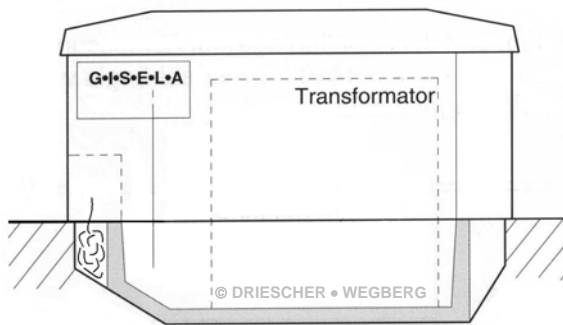
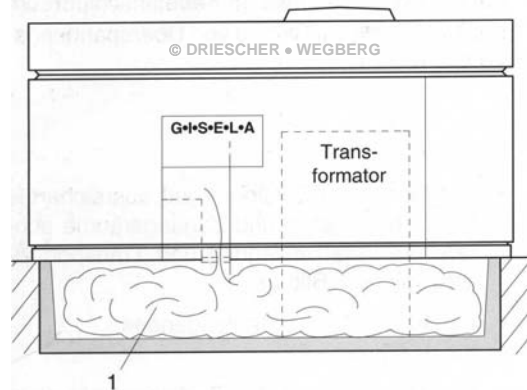
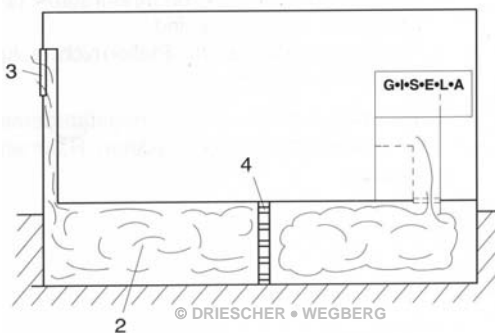

Bild 1 / Illustration 1
Bild 2 / Illustration 2
Bild 3 / Illustration 3
- Bei Kompaktstationen Typ K und KSP Fa. DRIESCHER erfolgt der Druckausgleich ausschließlich im Kabelanschlussbereich (Bild 1). Ansonsten muss bei kompakten und begehbaren Stationen die Druckentlastung in den Kabelkanal (1) [Mindestvolumen ~3 m³] vorgesehen werden (Bild 2).
- Bei vorhandenem Kabelkanal (2) [Mindestvolumen ~1,1m³; Mindestquerschnitt – 0,25m² mit Öffnung (3) nach außen], diesen als Druckentlastungsraum nutzen.
- Durch Einbau von zwei Lagen Streckmetall (4) werden die Lichtbogengase zusätzlich gekühlt und der Austritt von heißen Gasen gemindert (Bild 3).